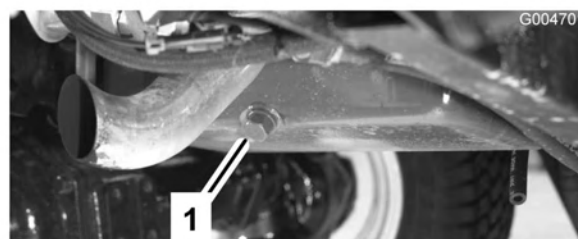

Figura 50
1. Togliete un tappo di spurgo (Figura 50) e lasciate defluire l'olio in una bacinella. Quando l'olio cessa di defluire, rimontate il tappo.